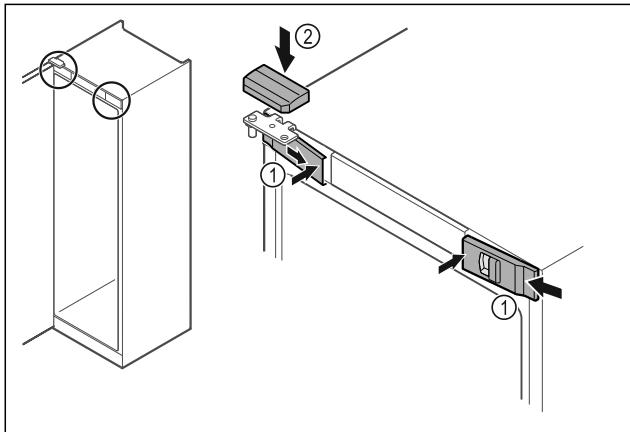

Fig. 55
- Akassza be oldalt az elülső burkolatokat Fig. 55 (1), és belül pattintsa be.
- Felülről pattintsa be a felső burkolatot Fig. 55 (2).